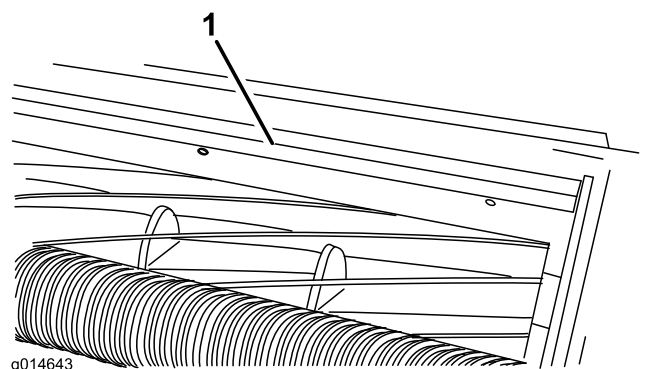

Figure 19
- Desserrez les vis qui fixent la barre supérieure (Figure 19) sur l'unité de coupe.